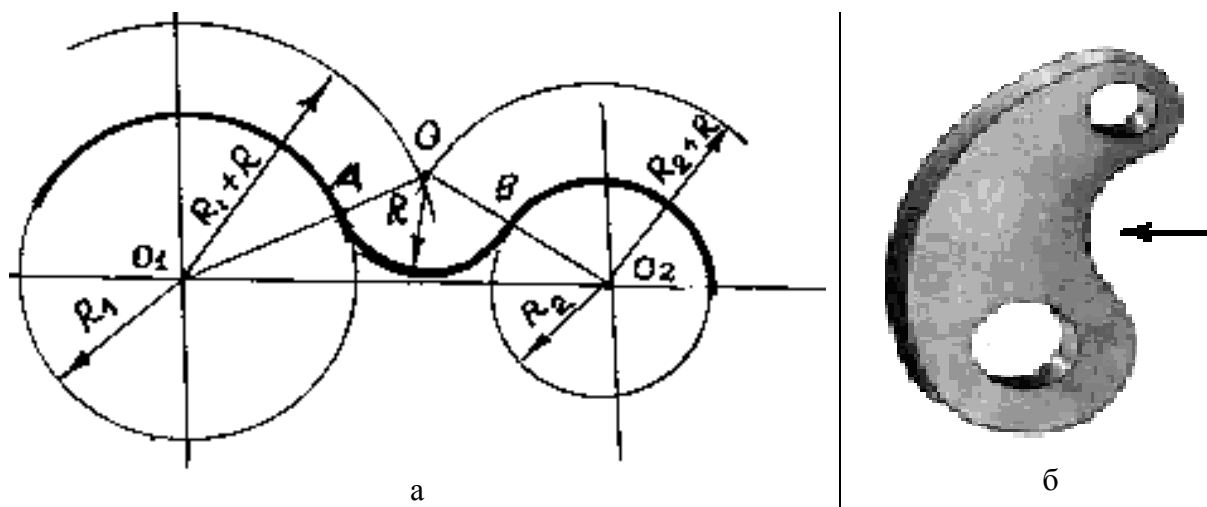

Рис. 31. Внешнее сопряжение двух дуг: а – построение сопряжения; б – деталь (практическое применение сопряжения)
2. **Внешнее сопряжение двух дуг** (рис. 31). При внешнем сопряжении дуги радиуса R_1 и дуги радиуса R_2 дугой окружности сопряжения радиуса R центр сопряжения O определяется в точке пересечения вспомогательных дуг радиусов R_1+R и R_2+R , которые проведены из центров O_1 и O_2 . Пересечение лучей OO_1 и